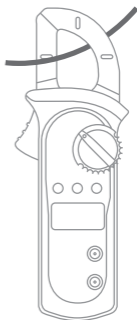

Figura 8
F. Medición de la corriente CA (Figura 8)